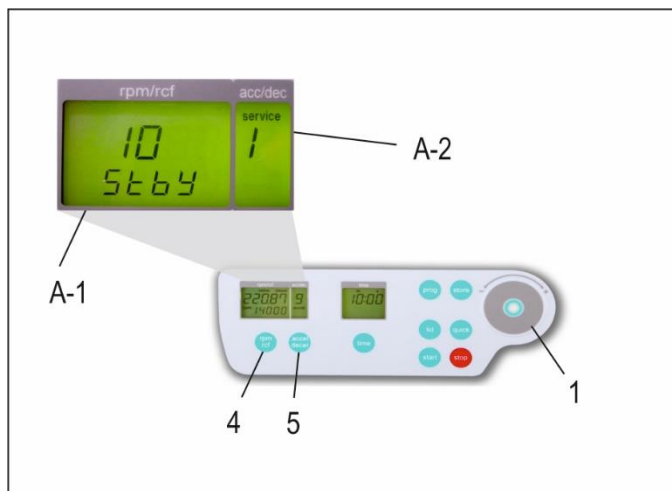

Abbildung 11
Wird die Zentrifuge bei offenem Deckel fünf Minuten nicht benutzt, geht sie automatisch in den Standby-Modus. Das Display schaltet sich ab und die LED-Leuchte blinkt langsam gelb. Durch das Betätigen einer beliebigen Taste wird die Zentrifuge wieder aktiviert. Der Standby-Modus kann deaktiviert oder ein Zeitraum zwischen 1 – 60 min gewählt werden. Um diese Funktion einzustellen, öffnen Sie, wie unter Punkt 1.8.1 beschrieben, das Menü „Grundeinstellungen“. Danach drücken Sie die Taste „accel/decel“ (5). Im Anzeigenfeld „accel/decel“ (A-2) blinkt der Schriftzug „service“. Wählen Sie nun mit dem Einstellfeld (1) den Buchstaben „I“. Daraufhin erscheint im Anzeigenfeld „rpm/rcf“ (A-1) der Schriftzug „Stby“ (siehe Abbildung 11). Nachdem Sie die Taste „rpm/rcf“ (4) gedrückt haben, kann mit dem Einstellfeld (1) der Standby-Modus ausgeschaltet oder der gewünschte Wert eingestellt werden.